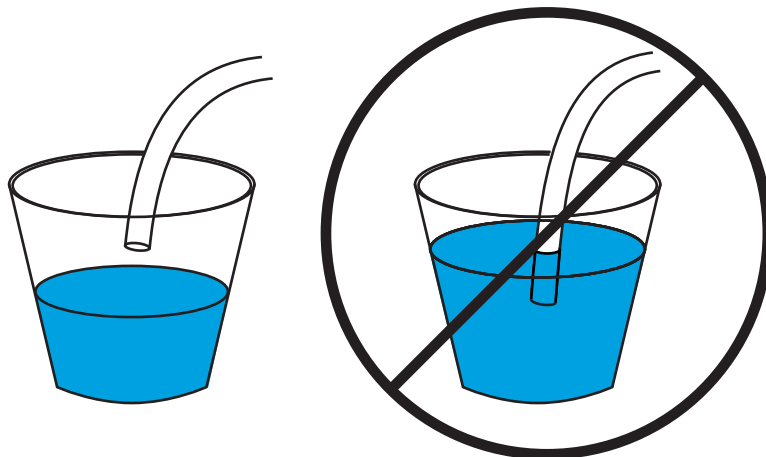

図 32 廃液チューブを正しく吊り下げた状態（左）と間違っ浸水させた状態（右）
- ・ チューブの開口端が廃液コンテナで浸水していない (図 32)。